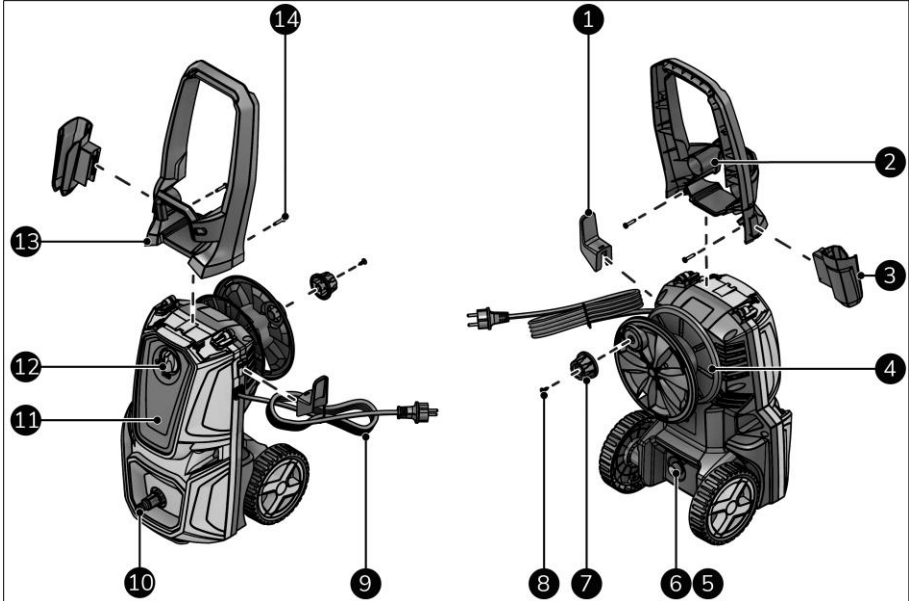

Abbildung 4
Dieses EUROM-Gerät ist ein einfach zu bedienender Hochdruckreiniger (Abbildung 4). Das Gerät ist für den Hausgebrauch konzipiert, wie z. B. die Reinigung von Fahrzeugen, Gebäuden, Terrassen, Fassaden und Gartengeräten.
1. Stellen Sie sicher, dass sich der Schalter EIN(I)/AUS(0) in der Position AUS(0) befindet (Abbildung 4, Pos. 12).